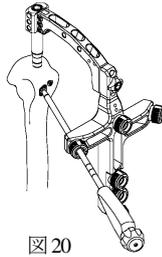

図 20
21) 必要に応じてワッシャーを併用し骨片を固定する場合は、予めワッシャーをスクリューに取り付け、スクリュースリーブを介さず挿入します。（図 20）